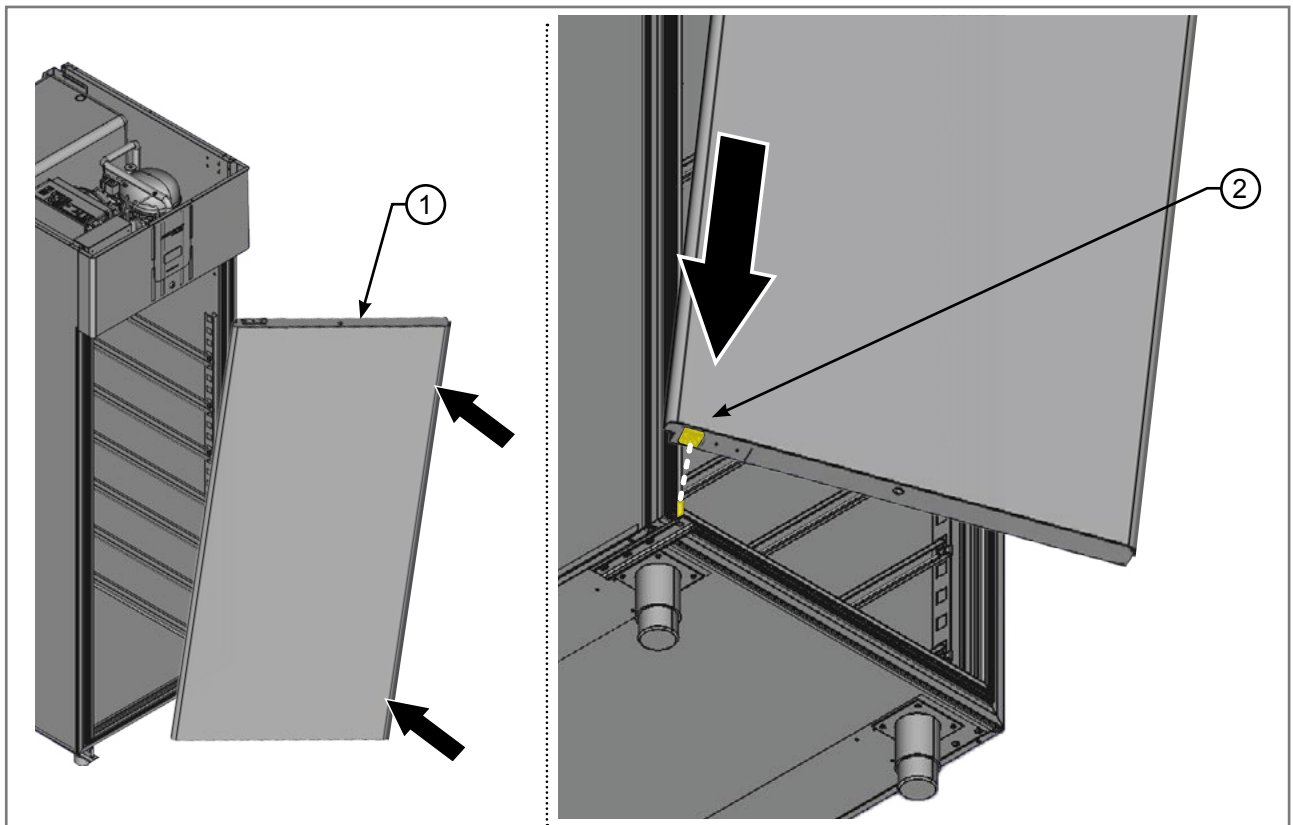

Abb. 3.26 - Montage der Tür
- Die Tür zu zweit und unter großer Vorsicht anheben (1 – Abb. 3.26), indem Sie das untere Scharnier auf die Buchse schieben (2 – Abb. 3.26).